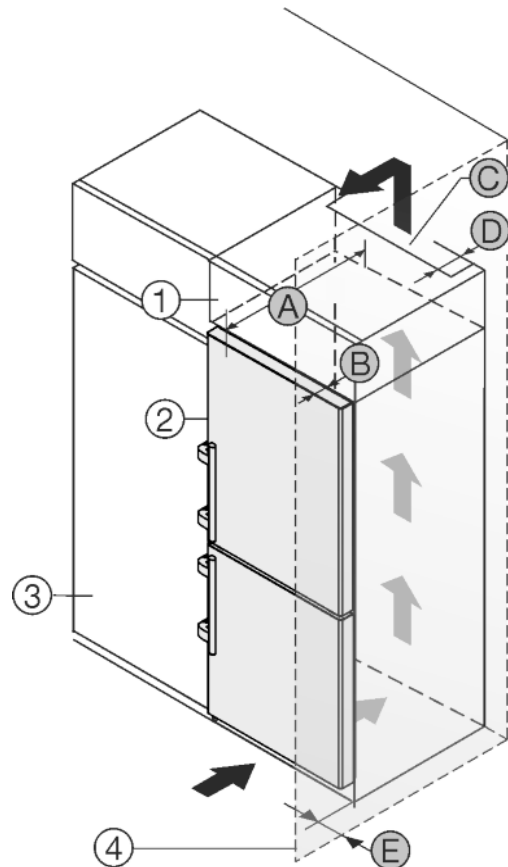

Fig. 13
A készüléket körbe lehet építeni konyhaszekrényekkel. Rá lehet szerelni egy rátétszekrényt *Fig. 13 (1)*, hogy a készüléket *Fig. 13 (2)* a konyhabútorok magasságához igazítsa.
A készüléket közvetlenül a konyhaszekrény *Fig. 13 (3)* mellett is felállíthatja. Ahhoz, hogy az ajtókat teljesen ki tudja nyitni, a készüléknek a konyhaszekrény elülső oldalához képest legalább a mélységnek *Fig. 13 (B)* megfelelően ki kell állnia. A konyhaszekrények mélységétől és a fali távolságtartók használatától függően a készülék nagyobb mértékben is kiállhat.
- A rátétszekrény hátoldalán egy mélységű *Fig. 13 (D)* szellőző aknát kell a rátétszekrény teljes szélességében kialakítani.
- A mennyezett alatt be kell tartani a szellőző keresztmetszetet *Fig. 13 (C)*.
Mikor a készüléket a csuklópántokkal egy fal *Fig. 13 (4)* mellett állítja fel, akkor a készülék és a fal közti távolságot *Fig. 13 (E)* be kell tartani. Ez nyitott ajtó esetén megfelel a fogantyú túlnyúlásának.